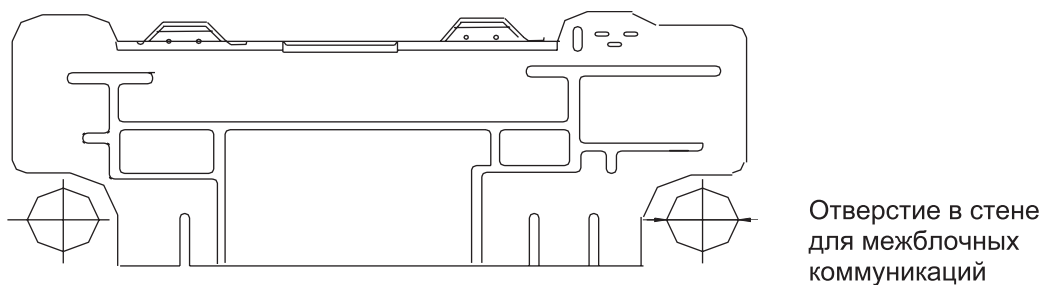

Рис. 10.7
10.2.3 Корпус блока крепится на монтажной панели (рис. 10.7), которая входит в комплект поставки.
10.2.4.5 Место расположения отверстия зависит от траектории трассы. На рис. 10.7 показано расположение отверстия при подводе трассы непосредственно за блоком.
10.2.13.1 Для установки на стене необходимо разместить его строго горизонтально и закрепить при помощи 4-х винтов (рис. 10.7).